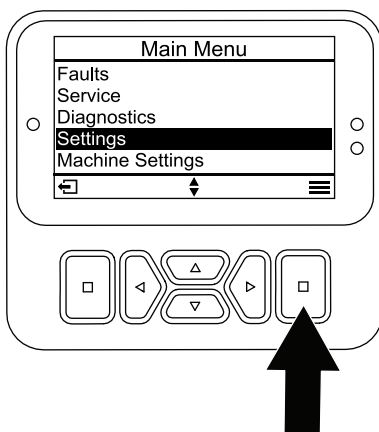

Bild 33
1. Blättern Sie vom HAUPTMENÜ zum Menü EINSTELLUNGEN und drücken Sie die Auswahl taste (Bild 33).